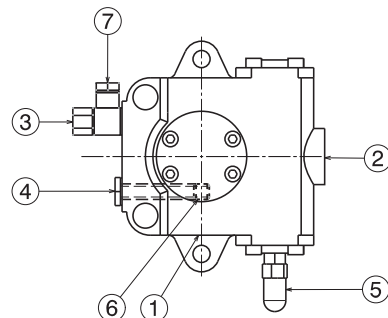

Fig. 20
油泵安装在燃烧器上时，旁路系统被螺丝 6) (B) 封住 (图. 20)。需要连接两根软管到油泵上。
- 启动自吸功能时，松开油泵上的螺丝 4) (图. 20)，排出进油管路中的空气。
图例 (图. 20)
因为油泵出厂前已经注满油，因此可以进行上述操作。如果油泵无油，在启动前可通过真空计 4) (图. 20) 上的开口向油泵注油；否则，油泵会阻塞。
为了调整油泵压力，可调节相关螺丝 5) (图 . 20)。